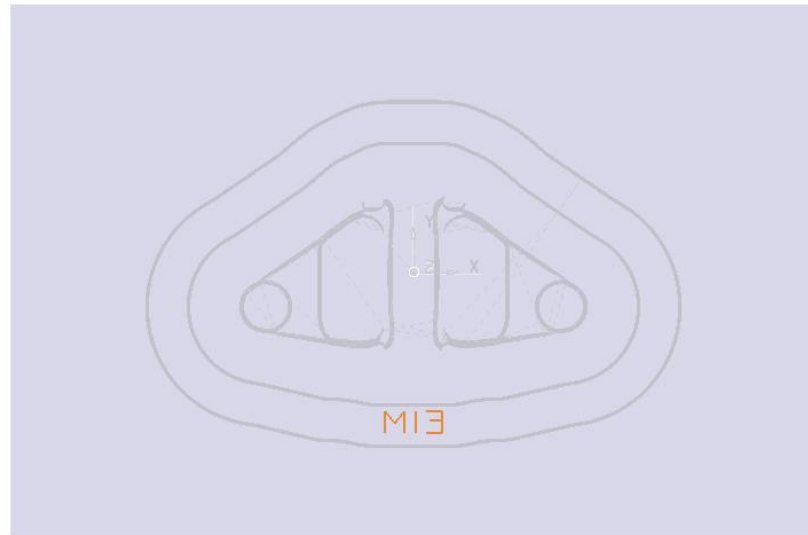

Figura 2.258 Imagen de la trayectoria patrón de texto.
- Ajustar la vista CAD de la trayectoria. Si desea, no sombrear el modelo (Figura 2.258).